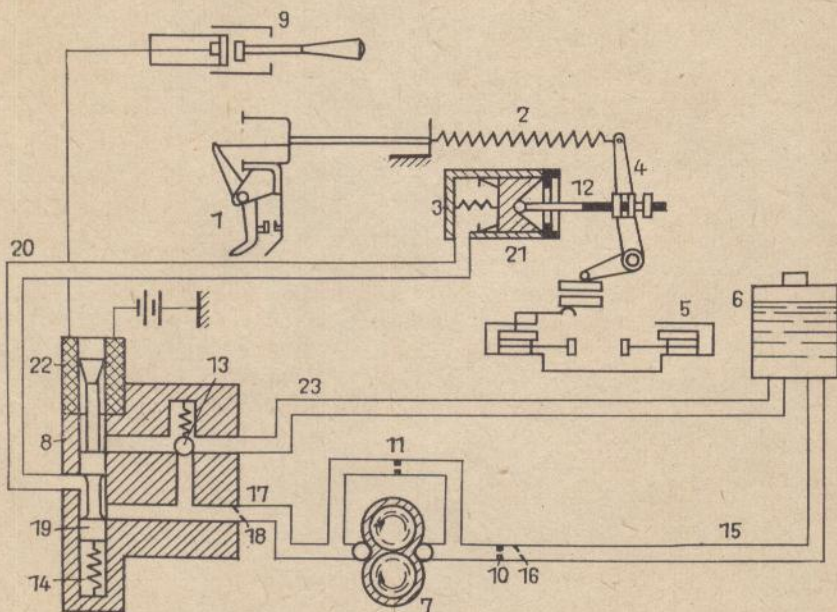

Abb. 94 Hycomat bei ausgerüstetem Parksperrehebel
Abbildung 94 zeigt die Anlage bei ausgerüstetem Parksperrehebel (1). Die Rückzugfeder (2), die sonst den Kupplungshebel (4) nach links zieht und auskuppelt, ist in diesem Fall entspannt, und die Kupplung (5) ist eingerückt. Die hydraulische Kupplungsbetätigung bringt im praktischen Fahrbetrieb einige Vorteile, denn sie macht keine Kupplungsfehler. Es ist mit dieser Anlage zum Beispiel nicht möglich, den Motor beim Anfahren abzuwürgen. Auch an den steilsten auf den Straßen vorkommenden Steigungen fährt der Wagen sauber